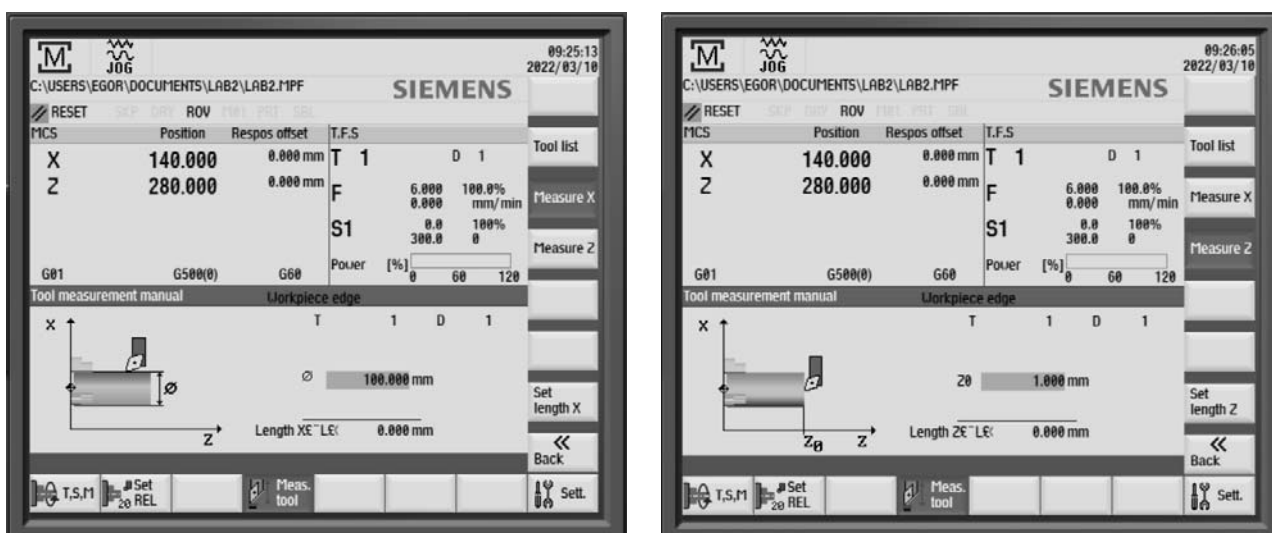

Рисунок 2.20 – Привязка инструмента
10.4 Нажать клавишу «Measure Z» выполнить привязку инструмента по оси Z (см. рисунок 2.20):